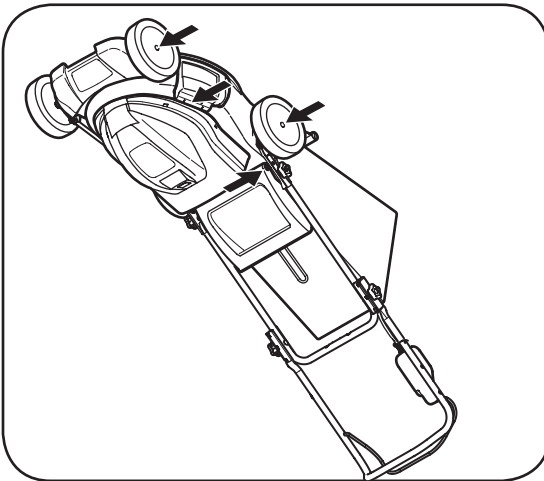

Figure 5-1
- Lubrifiez des roues au moins une fois par saison avec de l'huile fluide. Toutefois, si elles doivent être démontées pour une raison quelconque, lubrifiez la surface du bouillon d'essieu et la surface intérieure de la roue avec une huile automobile légère. Voir la Figure 5-1.
- Le ressort de torsion et le point de pivotement sur le clapet arrière doivent être lubrifiés régulièrement avec une huile légère pour empêcher la rouille. Voir la Figure 5-1.